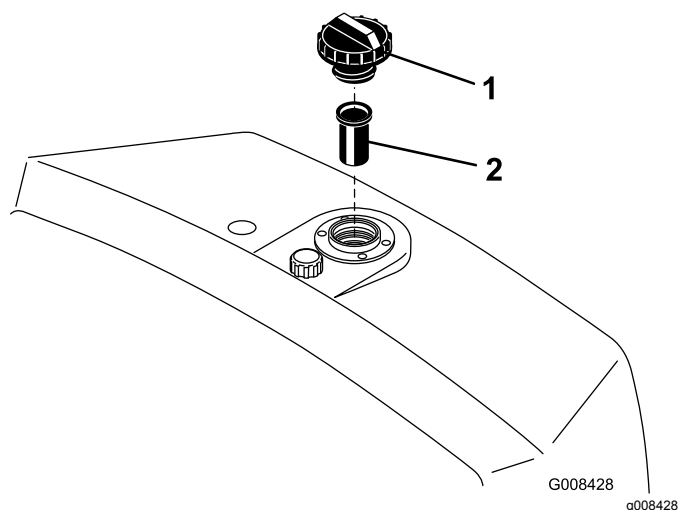

Рисунок 48
2. Снимите крышку с бака и проверьте уровень жидкости. Жидкость должна доходить до низа сетки в шейке заливной горловины (Рисунок 48).